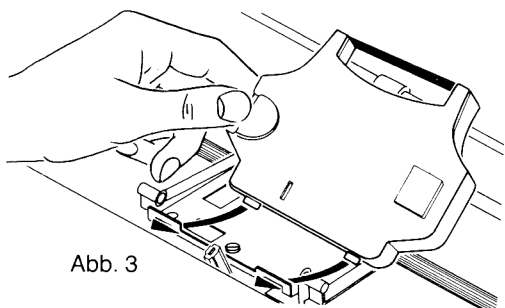

Abb. 3
4. Beim Einsetzen ist die Kassette in Schräglage (zur Tastatur geneigt) zu halten und dabei die Rastnasen der Kassette in die Führungen auf der Lagerplatte einzusetzen (Abb. 3).